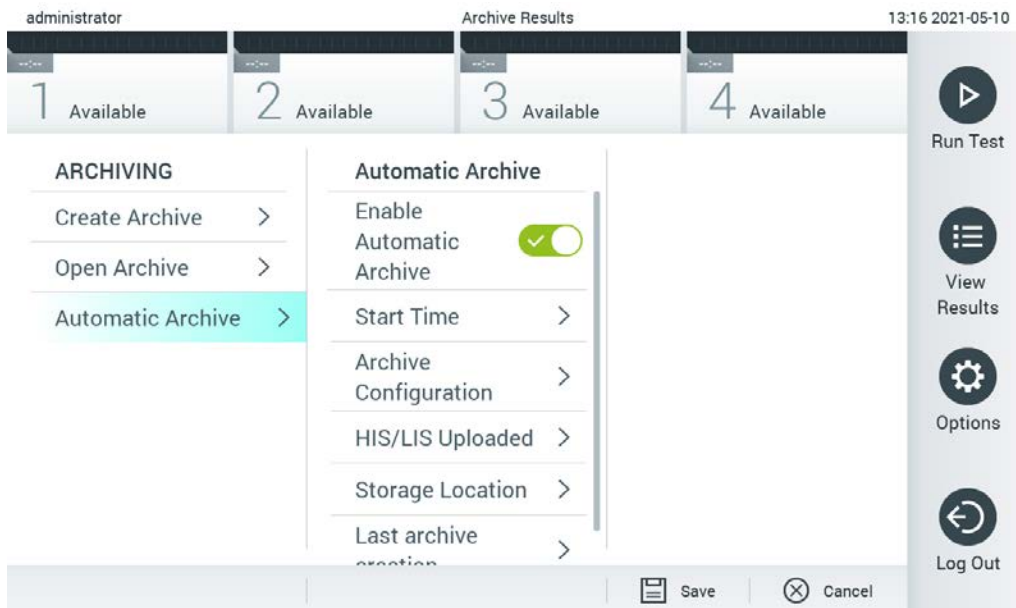

Figura 57. Opțiuni Automatic archive (Arhivare automată).
2. Apăsați **Automatic Archive** (Arhivare automată) și activați caracteristica (Figura 57, pagina următoare).